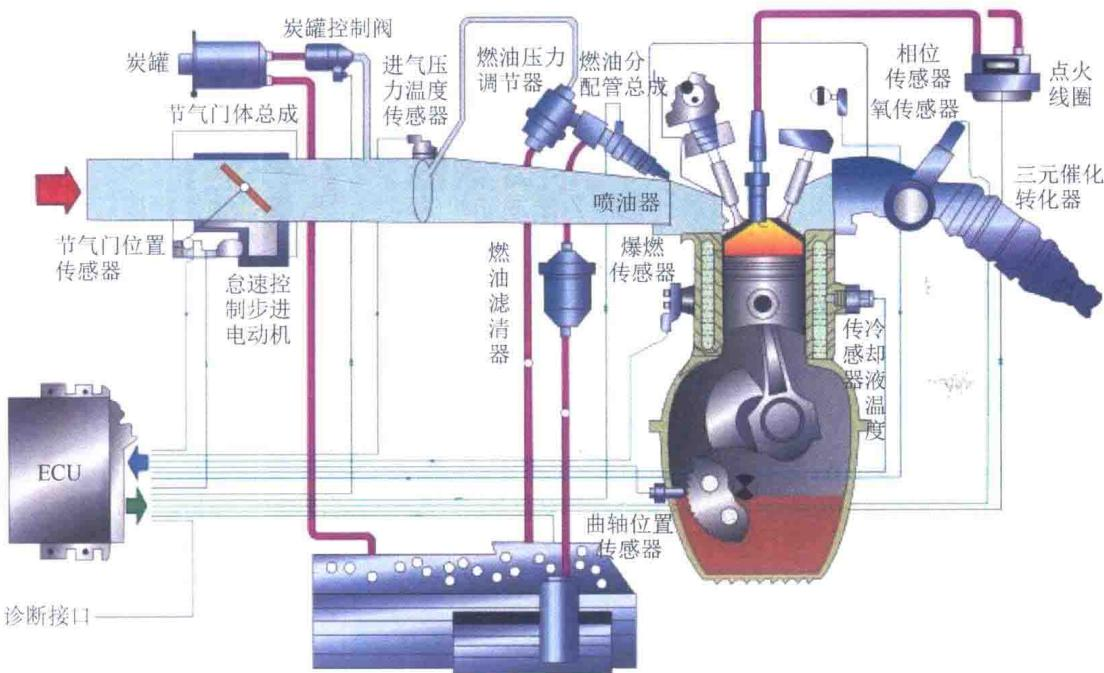

图 0-14 岐管压力间接计量式燃油喷射系统（D型）
- (1) 歧管压力间接计量式燃油喷射系统 (D型)：如图 0-14 所示，通过进气压力传感器检测进气歧管的真空度间接测量发动机的空气进气量。该计量式用压力传感器检测进气压力，测量精度稍差。